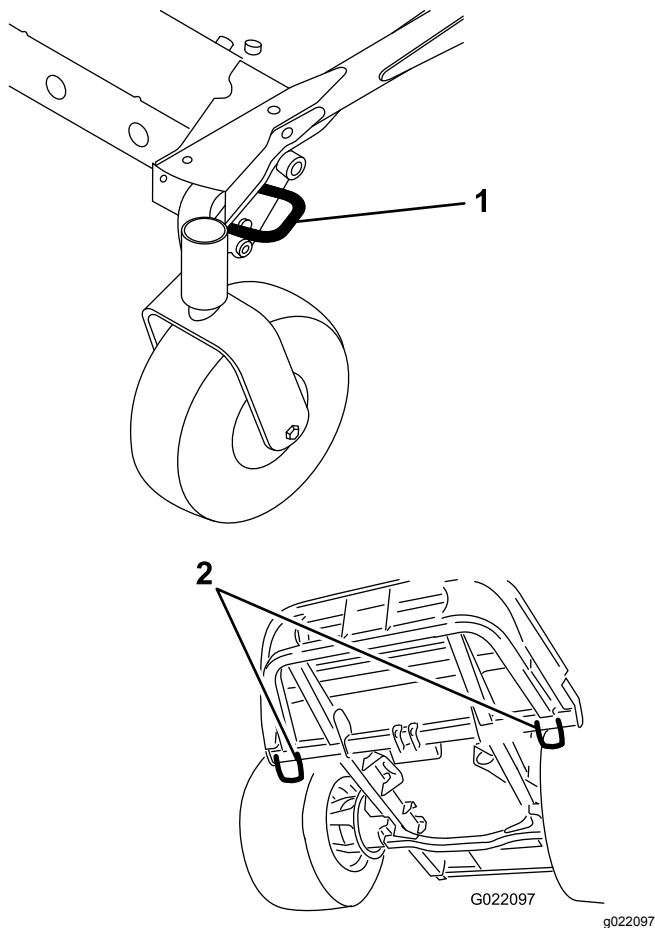

Figura 51
- Sujete la máquina firmemente al remolque o al camión con cadenas, correas, cables o cuerdas, según lo estipulado en la normativa de tráfico local (Figura 51).